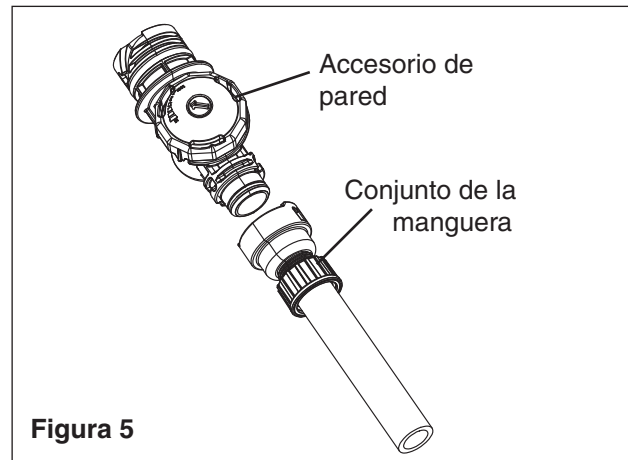

Figura 5
4. Fije el conjunto de la manguera al accesorio de pared. Véase **Figura 5**. Luego fije el accesorio de pared (con la manguera) al adaptador de pared. Véase **Figura 5**. Tome el extremo opuesto del conjunto de la manguera y camine hasta el punto más lejano de la piscina desde el adaptador de pared. **Para evitar el exceso de estiramiento de la manguera, la manguera descansar en la parte superior del agua de la piscina.** Mida la longitud de la manguera que sobra (manguera que se extiende más allá del borde de la piscina). Esto determina cuánto habrá que cortar de secciones dos y tres.